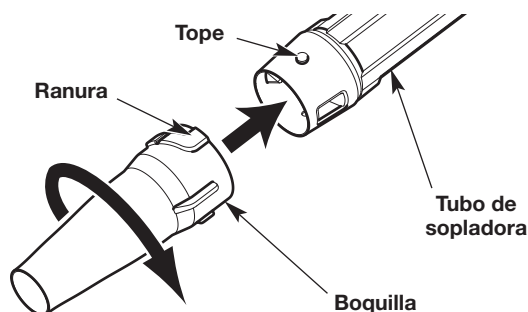
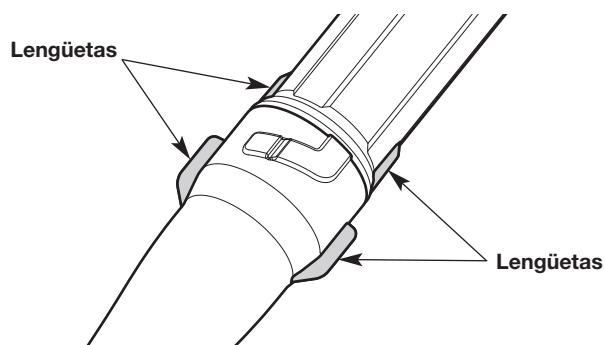

Fig. 2
Fig. 3
2. Alinee las ranuras de la boquilla o del tubo inferior curvo de la sopladora con los topes del extremo inferior del tubo superior de la sopladora (Fig. 2).
3. Instale la boquilla o el tubo inferior curvo de la sopladora sobre el tubo superior de la sopladora (Fig. 2).
4. Mientras sostiene el tubo superior de la sopladora, gire la boquilla o el tubo inferior curvo hacia la derecha hasta que calce en su lugar (Fig. 2). Las lengüetas del tubo superior de la sopladora deben alinearse con las lengüetas de la boquilla (Fig. 3).